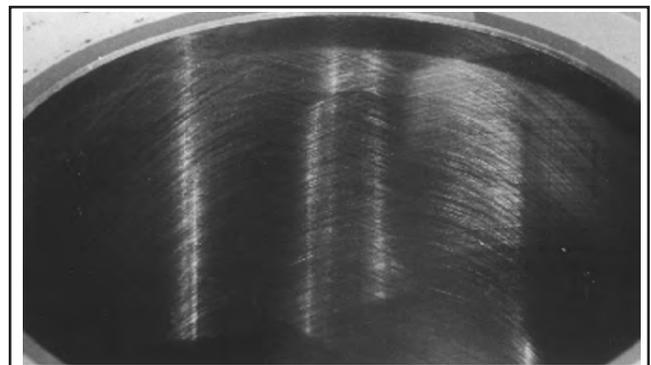

Abbildung 10-3. Kreuzschraffur der Zylinderbohrung nach dem Honen.
3. Wenn die Bohrungsabmessungen um **0,064 mm (0,0025 Zoll)** von der gewünschten Größe abweichen, die rauen Schleifsteine durch Glättungssteine ersetzen. Mit den Glättungssteinen arbeiten, bis die Bohrungsgröße um **0,013 mm (0,0005 Zoll)** von der gewünschten Größe abweicht, dann die Poliersteine (Körnung 220-280) einsetzen und die Bohrung auf die gewünschte Größe polieren. Nach korrekt ausgeführtem Honen ist eine Kreuzschraffur zu beobachten. Die Schraffur sollte sich bei etwa 23-33° von der horizontalen Ebene schneiden. Ein zu spitzer Winkel kann ein Abrutschen der Kolbenringe und einen übermäßigen Verschleiß verursachen. Ein zu stumpfer Winkel führt zu einem überhöhten Ölverbrauch. Siehe Abbildung 10-3.